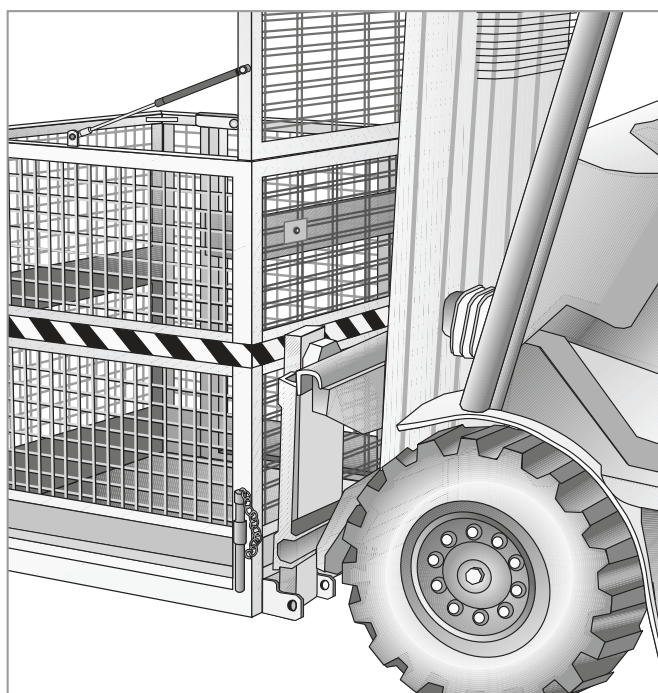

Fig. 5.2.4
- Insérer le goujon de sécurité de manière à ce que la fourche soit maintenue entre le goujon lui-même et le panier (**fig. 5.2.4**).